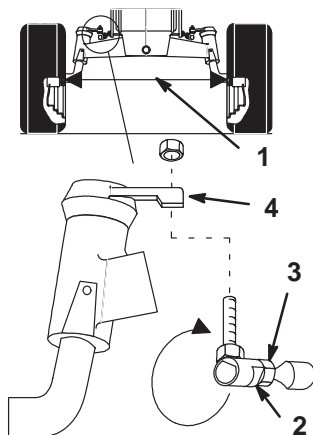

Figure 32
Les roues avant doivent présenter le pincement spécifié. Un réglage peut être nécessaire si les pneus s'usent de manière irrégulière, s'ils abîment la pelouse ou si la direction est dure. Contrôler le pincement toutes les 100 heures de service ou une fois par an, selon ce qui se présente en premier (Fig. 32).
3. Effectuer la mesure entre les jantes à la hauteur des fusées, à l'avant et à l'arrière des roues (Fig. 32).
2. Déposer la rotule d'un des bras de direction (Fig. 32).
4. Maintenir l'alignement des méplats de la rotule sur ceux de la biellette, et serrer le contre-écrou (Fig.32 ).